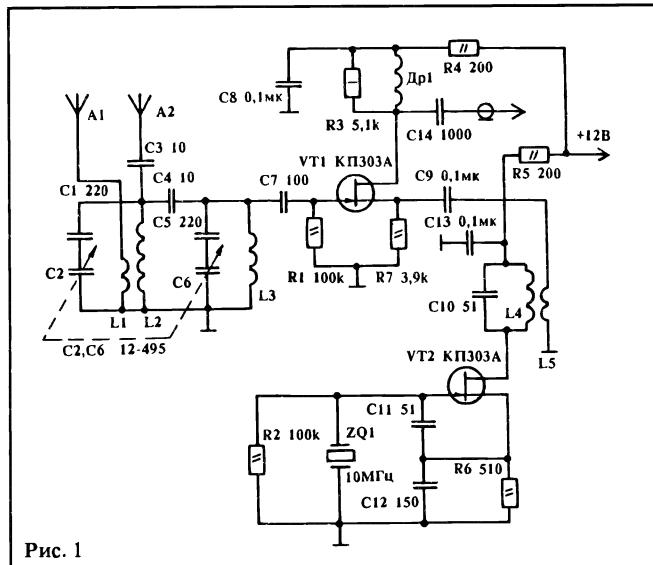

Рис. 1
**К**онвертер (рис.1) предназначен для приема как вещательных, так и любительских станций, работающих в диапазоне 30 — 15 МГц. Он работает совместно с приемником, имеющим непрерывный диапазон 150 кГц — 10 МГц.